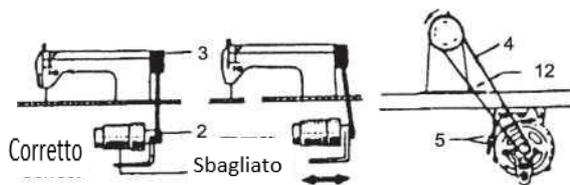

Figura 4
(4) Installazione del motore (vedi Figura 4)
① Ruotare il motore 1 da un lato all'altro in modo che il volantino 3 sia in linea con la puleggia motore 2.
② Come regolare la direzione di marcia: Vista dall'esterno del volantino, la direzione di marcia dev'essere in senso antiorario
⑤ Come regolare la tensione della cinghia 4.
Allentare il dado 5 e girare il motore in modo che la tensione della cinghia possa essere regolata. Se si preme la cinghia con le dita e si piega a 12-20 mm come mostrato in Figura 4, la tensione è considerata ideale